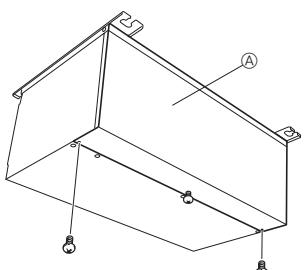

Fig. 9-1
1. Retire os parafusos da tampa. (Fig. 9-1)